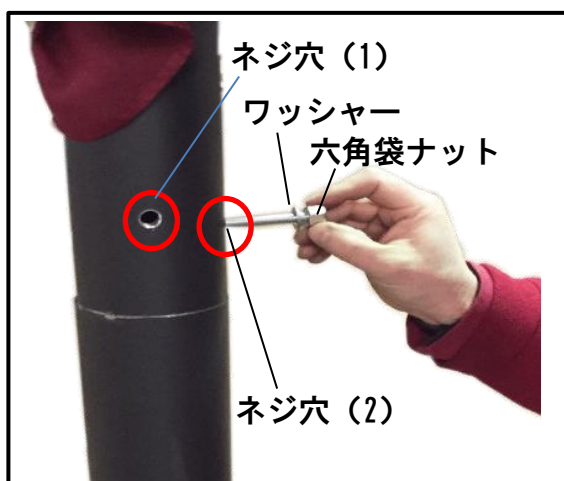

図.8
- ⑤ ③で調整した 2 ヶ所の穴の向きを再度確認して下さい。
- ⑥ それぞれの穴に①で取り外した寸切ボルト (c) を通し、両端にワッシャー (b) を入れ、六角袋ナット (d) をスパナで締めて固定します。(図.8)
- ⑦ 片方には、固定ベルトを一緒に取り付けるようにして下さい。